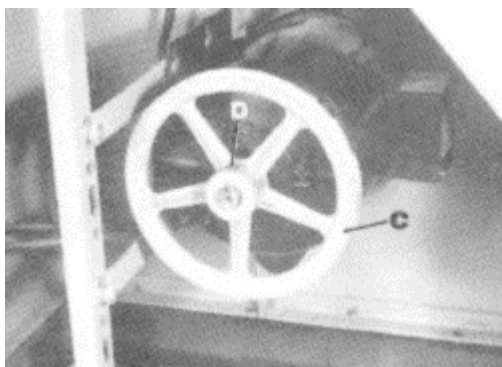

Рис. 11 Сборка шкива двигателя
Для сборки шкива двигателя снимите заднюю панель станины фуговального станка. Установите шкив двигателя (C), Рис. 11, на вал двигателя так, чтобы ступица шкива находилась в открытом положении, как показано на рисунке. Затяните установочный винт (D) напротив шпонки на валу двигателя